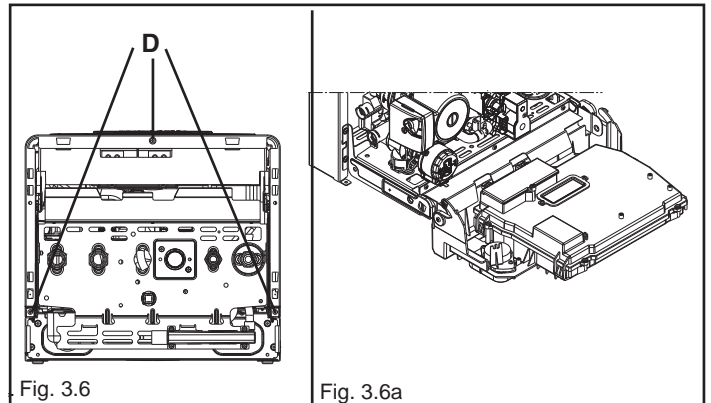

Fig. 3.6
- svitare le viti (**D**) di fissaggio del mantello (fig. 3.6)